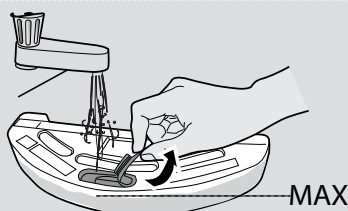

Fig. 14
2. Abra la tapa de goma del depósito de agua, llénelo de agua y ciérrela de nuevo. [Fig. 14]